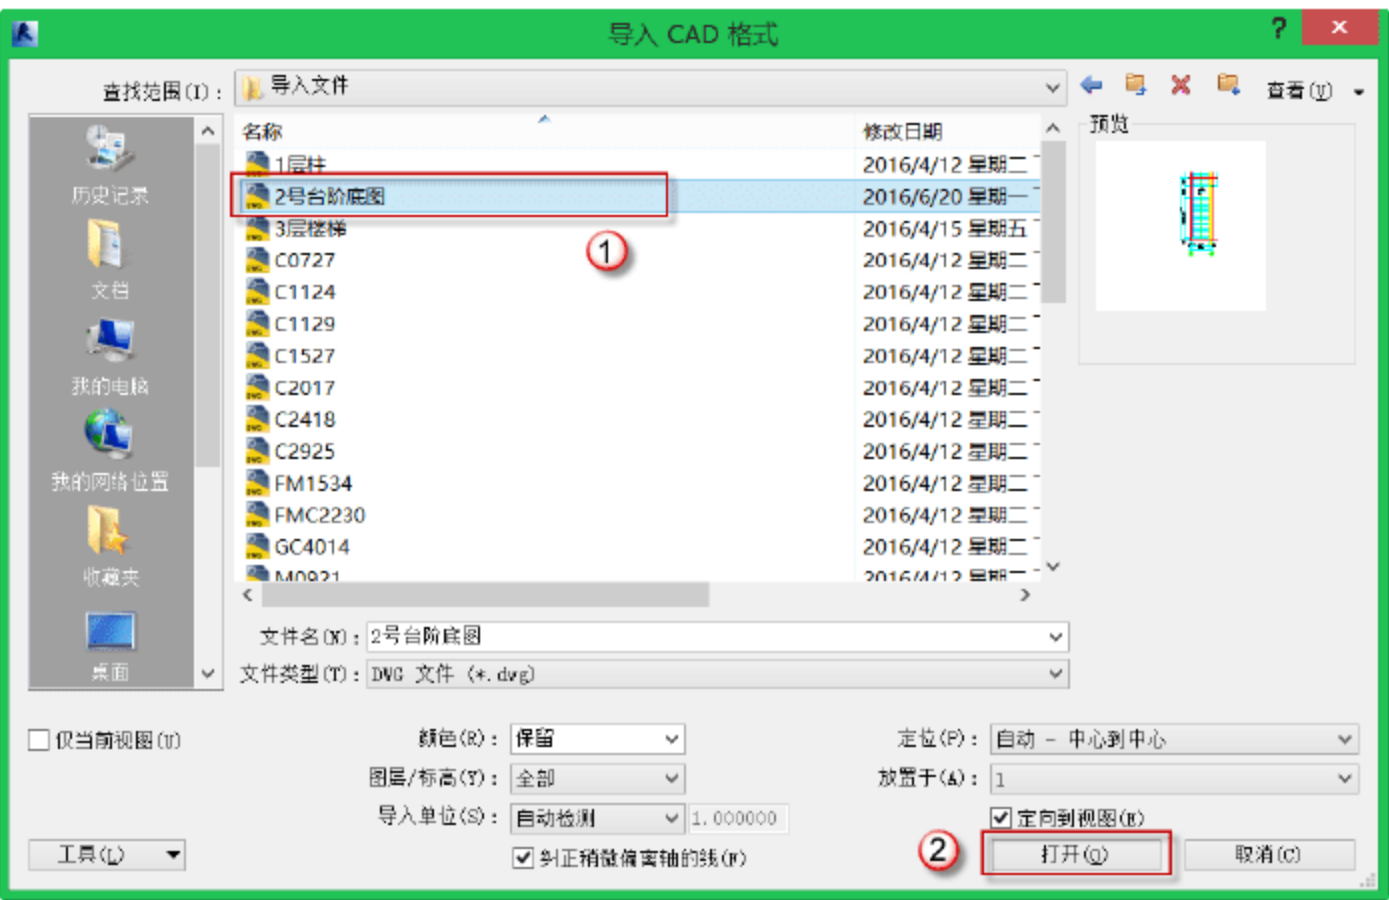
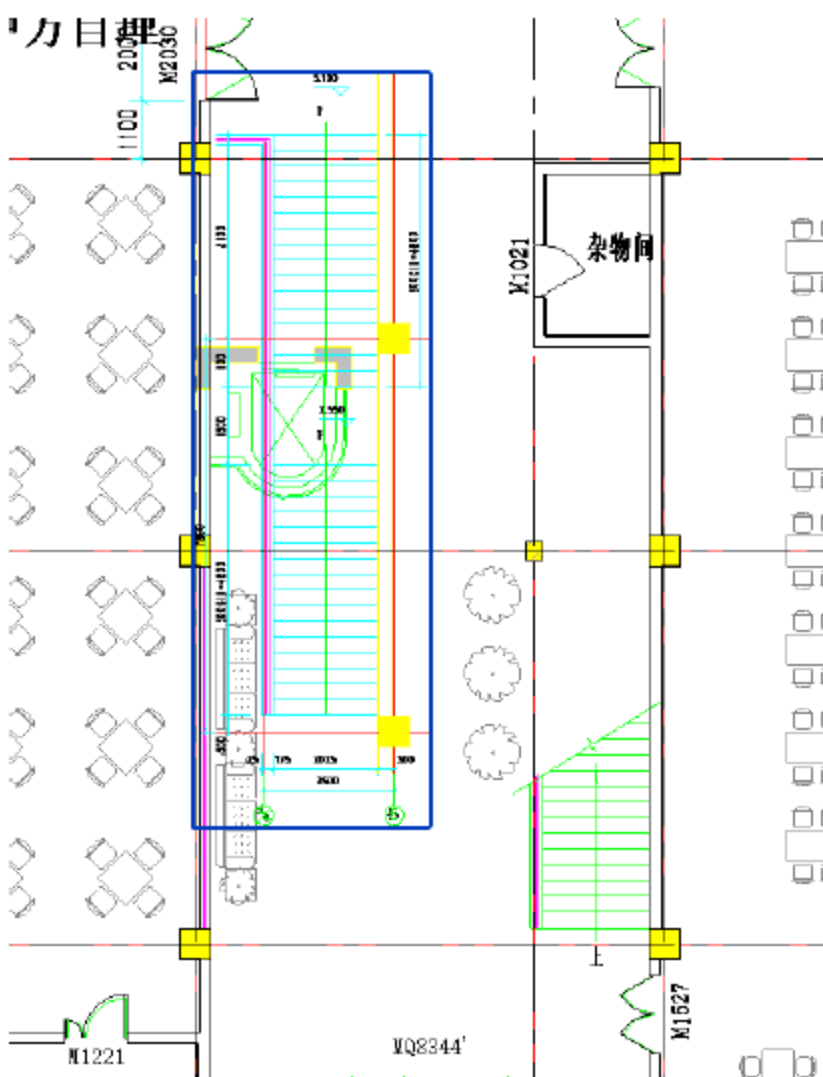

图 10.5.21 插入 1 号室内楼梯 CAD 图
图 10.5.22 插入 CAD 后的效果图
(1) 导入“室外台阶 2” CAD 底图。选择“插入”→“导入 CAD”命令，如图 10.5.21 所示。将配套资源中的“2 号台阶底图.dwg”文件导入到项目的 1 层平面中，成功导入后，效果如图 10.5.22 所示。